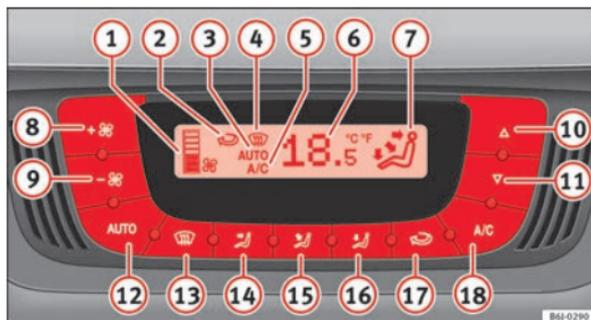

Fig. 107 Mandos del Climatronic en el tablero de instrumentos
- Pulse las teclas ⑩ y ⑪ ⇒ fig. 107 para ajustar la temperatura.
- ① Indicador del nivel del ventilador.
- ② Indicador de la función de recirculación de aire
- ③ Indicador **AUTO** (Funcionamiento automático)
- ④ Indicador de desempañado
- ⑤ Indicador AC (Refrigeración conectada)
- ⑥ Indicador de la temperatura interior seleccionada
- ⑦ Indicador de la dirección del caudal de aire
- ⑧ Aumento de la velocidad del ventilador
- ⑨ Disminución de la velocidad del ventilador
- Pulse la tecla **AUTO**. Se visualiza la indicación ⇒ fig. 107 **3**.
- Pulse las teclas **10** y **11** ⇒ fig. 107 para ajustar la temperatura deseada en el habitáculo. Se recomienda ajustar una temperatura de +22 °C (+72 °F).
- Pulse una de las teclas ⇒ fig. 107 **14** a **16** o presione el regulador del ventilador **8** y **9**. Se apaga la indicación **3**.
El ventilador puede ajustarse por medio de las teclas **8** y **9** ⇒ fig. 107. Si el ventilador está apagado (en la pantalla no se indica ningún nivel **1**) y si transcurrido 1 segundo se vuelve a pulsar la tecla **9**, se apaga el Climatronic.
- Pulse la tecla  para conectar o desconectar la recirculación de aire. Está conectada si aparece el símbolo  ⇒ fig. 107 en la pantalla.